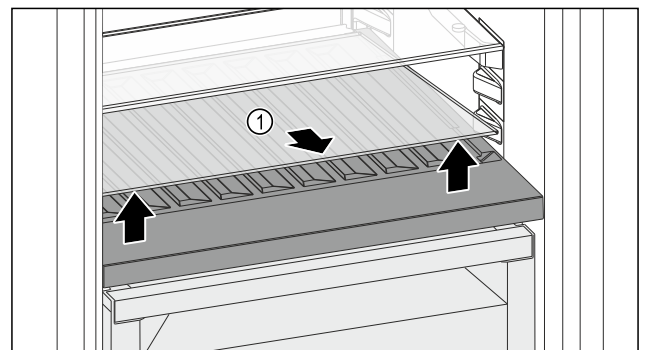

Fig. 98
- ▶ Glasplatte Fig. 98 (1) an der Aussparung vorne anheben und herausnehmen.
- ▶ Glasplatte Fig. 98 (1) außerhalb des Geräts sicher aufbewahren.